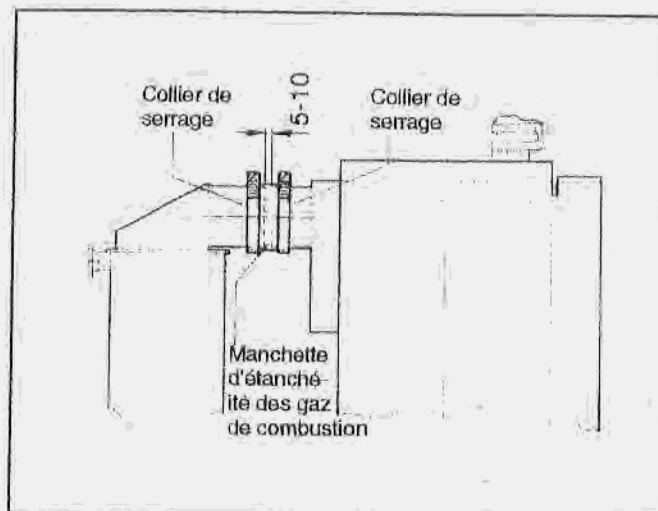

Fig. 7 Schéma de principe
- Ajuster les orifices de la chaudière et de l'échangeur de chaleur bout à bout à une distance de 5 à 10 mm l'un de l'autre (fig. 7). Pour le modèle GE615, respecter la notice spécifique.
- Glisser la manchette d'étanchéité des gaz de combustion sur les deux orifices et la fixer avec deux colliers de serrage (fig. 7).